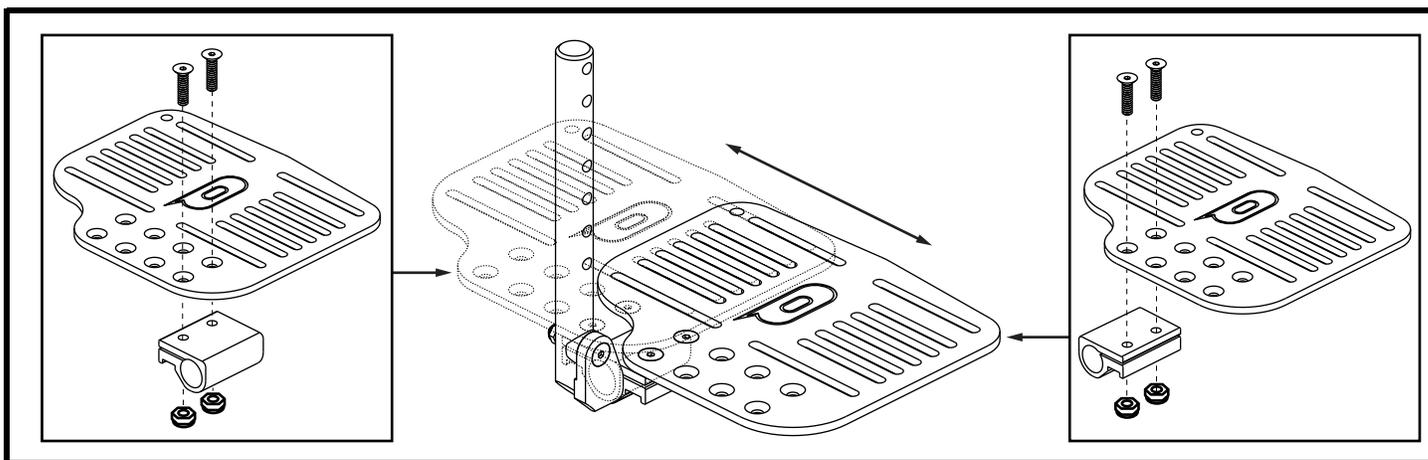

Figure 31. Réglage de la profondeur de la palette
1. Retirez les vis et les écrous du support de palette. **Voir la figure 31.**
3. Repositionnez la palette et son support sur la longueur désirée. **Voir la figure 31.**